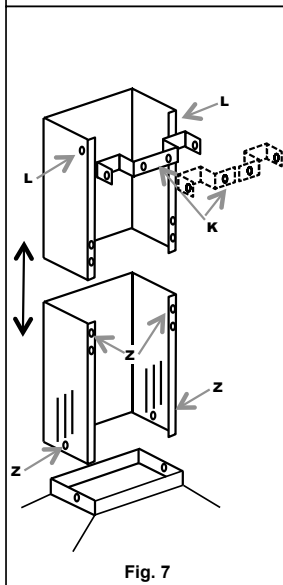

Fig. 7
• MONTERING AF RØRKAPPE (fig. 7):